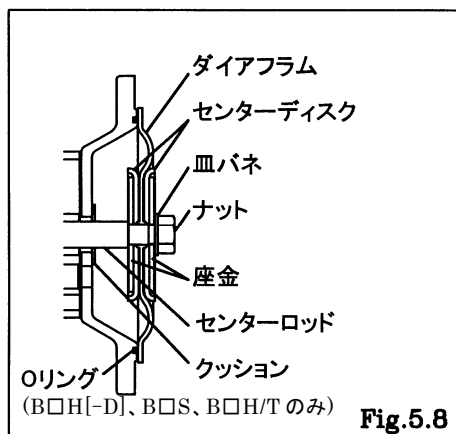

Fig.5.8
- ・片側にダイアフラムを引き出し、(B□H[-D]、B□S、B□H/T を除く) Fig.5.8 の状態でアウトチャンバーを取り付ける。ボルトは一度仮止めにする。
- ・反対側にダイアフラムを引き出し、ダイアフラムを反転させて、(B□H[-D]、B□S、B□H/T を除く) Fig.5.8 の状態でアウトチャンバーを取り付ける。ボルトは仮止めにする。